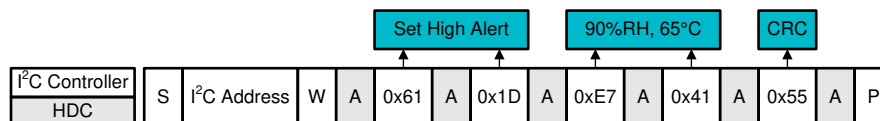

图 8-27. I²C 命令序列：Set High Alert 为 90% RH、 65°C 的示例编程
- a. 图 8-27 说明了发送到 HDC302x 的适当命令。